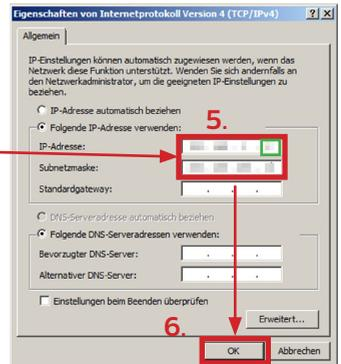

Abb.9.1-4: Eigenschaften von Internetprotokoll Version 4 (TCP/IPv4) (Beispielbild)
6. Bestätigen Sie die Eingaben der **IP-Adresse** und **Subnetzmaske** mit **OK**, Abb.9.1-4.